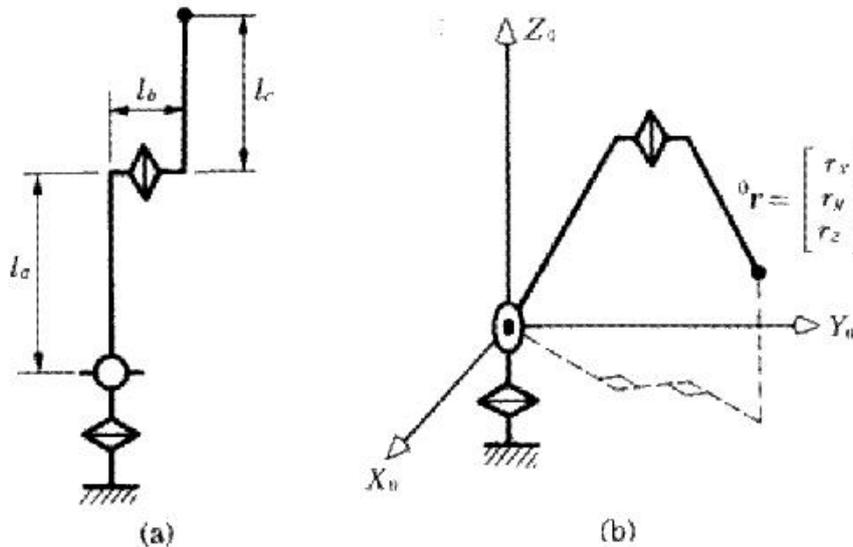

Abbildung 2: (a) Größe (b) Position des Endpunktes
**Aufgabe 3.2:** (2 Pkt.) Betrachten wir einen Manipulator mit drei Freiheitsgraden wie in Abbildung 2 und 3. Die Endposition des Manipulators ist mit